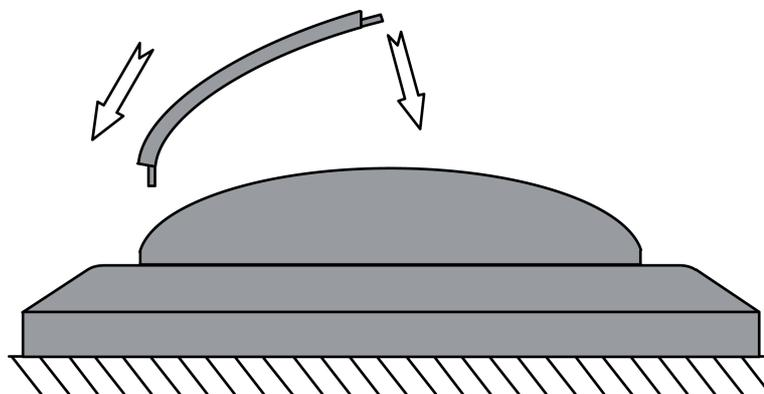

Figura 15: Montare il diaframma a 90°
- Montare il diaframma (figura 15). Angolo di rilevamento ca. 90° .